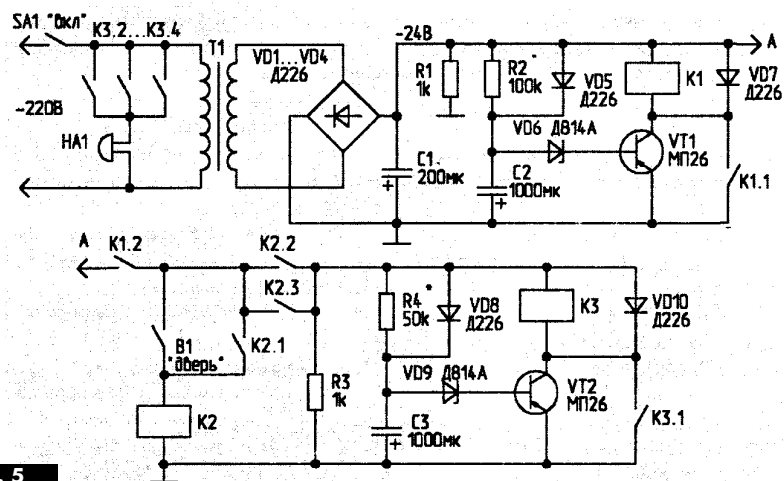

рис. 5
**Квартирная сигнализация** описана в статье **А.Лысуца** ("РЛ", 7/2000, стр.16). Сигнализация (**рис.5**) включается через 3-5 мин после замыкания тумблера SA1, для того чтобы спокойно выйти из квартиры и закрыть дверь. При открывании двери она также срабатывает с задержкой 20-30 с, достаточной для выключения устройства. При включении тумблера SA1 напряжение сети поступает на блок питания (Т1, VD1...VD4, C1), с которого постоянное напряжение 24 В поступает на реле времени. Через 3-5 мин (в за-